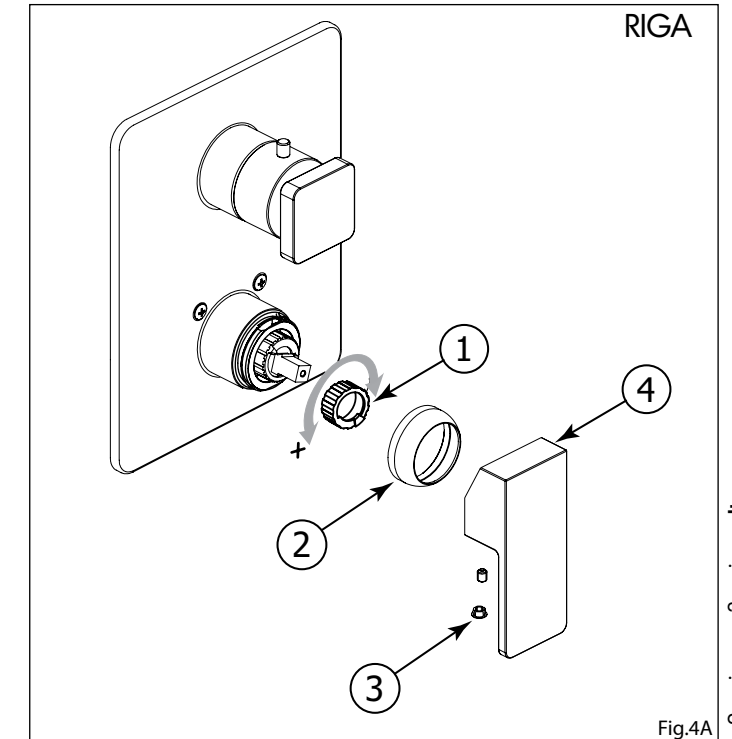

Fig.4A
Remove the decorative cap with the setscrew (3) and the volume control handle (4) (See Fig.4A or 4B).
Retirer le capuchon de finition avec la vis de retenue (3) et la poignée de contrôle de volume (4). (Voir Fig.4A ou 4B).